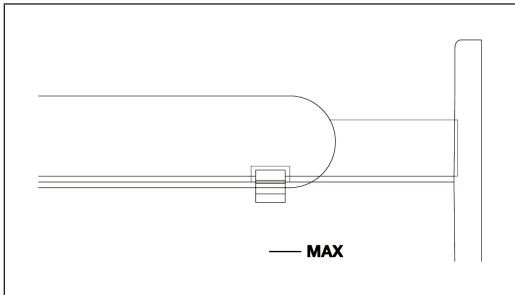

Figure 2
- Le niveau d'eau doit être inférieur au repère MAX (voir Figure 2). Vérifiez que le flotteur est suffisamment haut pour activer la pompe.